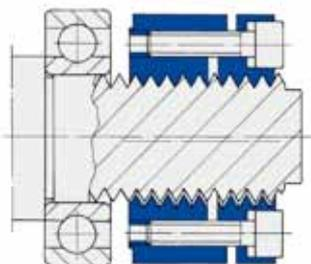

Fig. 1
2. SPIETHロックナットを座面同士が接触しない位置までスピンドルねじにねじ込みます。(Fig. 1)